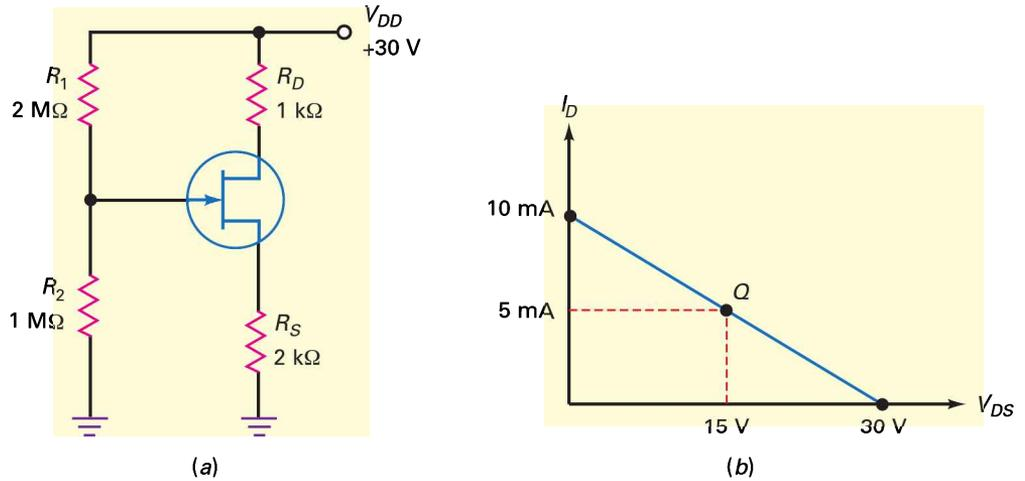

Figure 11.15
11.8 Avez-vous compris ? Sur la figure 11.15, la valeur de V_{DD} passe à 24 V. Refaire l'exercice précédent.